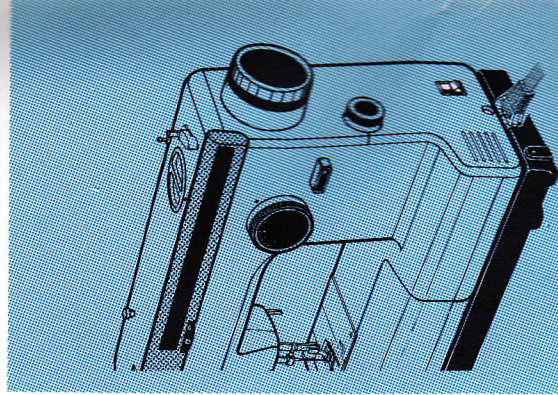

Fig. 1
2. Pousser le bouton (Fig. 1) en soulevant très légèrement la machine de telle façon que le support bras libre puisse se dégager.
Vous pouvez l'allumer ou l'éteindre à l'aide de l'interrupteur situé à droite de la machine. Fig. 1